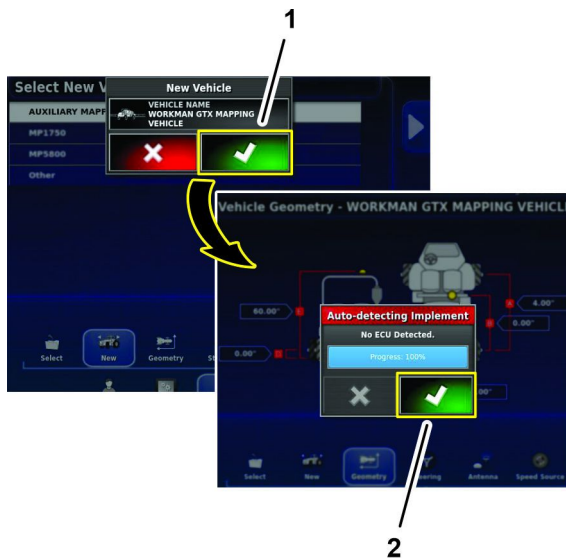

图 187
7. 在新车辆对话框中按“确认”图标图 187。
8. 在自动检测机具对话框中图 187按“确认”图标。